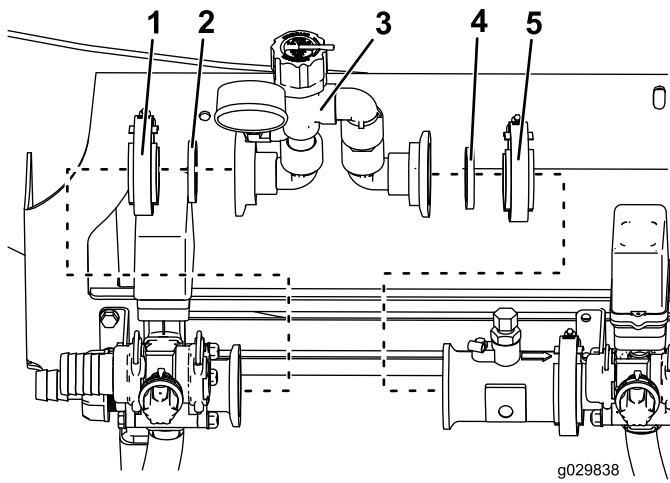

图3
5. 将现有垫片装入与搅拌阀相配的泄压组件的接头（图3）。
6. 将现有蜗杆夹安装到泄压组件上（图3）。
9. 将新垫片装入泄压组件的开放式接头（图3）。
10. 将新蜗杆夹安装到泄压组件的开放式接头上（图3）。